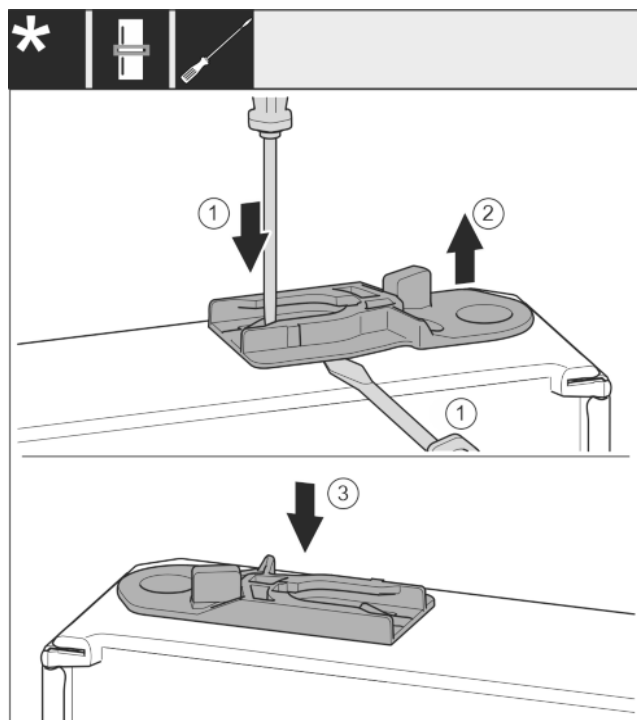

Fig. 29
- Izvlecite vodilno pušo: Pritisnite spono s ploščatim izvijačem in ga hkrati potisnite pod vodilno pušo. Fig. 29 (1, 2)
- Vstavite vodilno pušo, ki je vsebovana v obsegu dobave, na drugi strani ohišja. Fig. 29 (3)